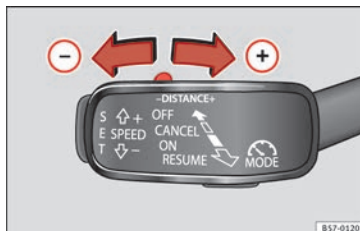

Fig. 181 Levier de commande : réglage de la distance.
- Pour indiquer la distance actuellement programmée, appuyez brièvement sur la commande à bascule » **fig. 181**.